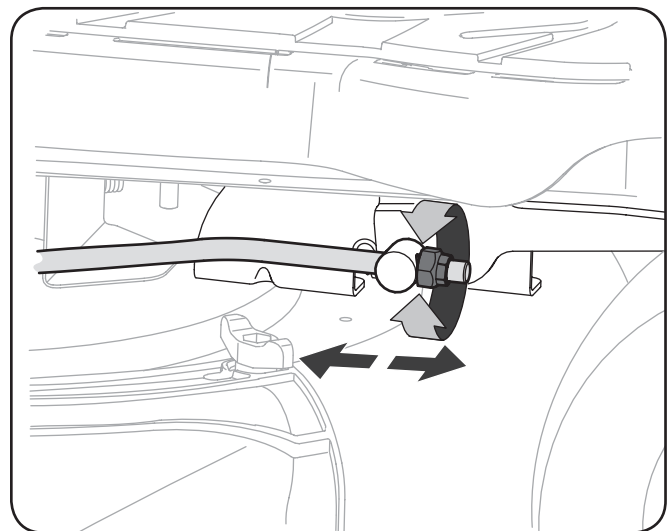

Figure 6-4
3. Repérez l'écrou autobloquant à bride fixé à l'extrémité avant de la tige de suspension du plateau. Voir Figure 6-4.